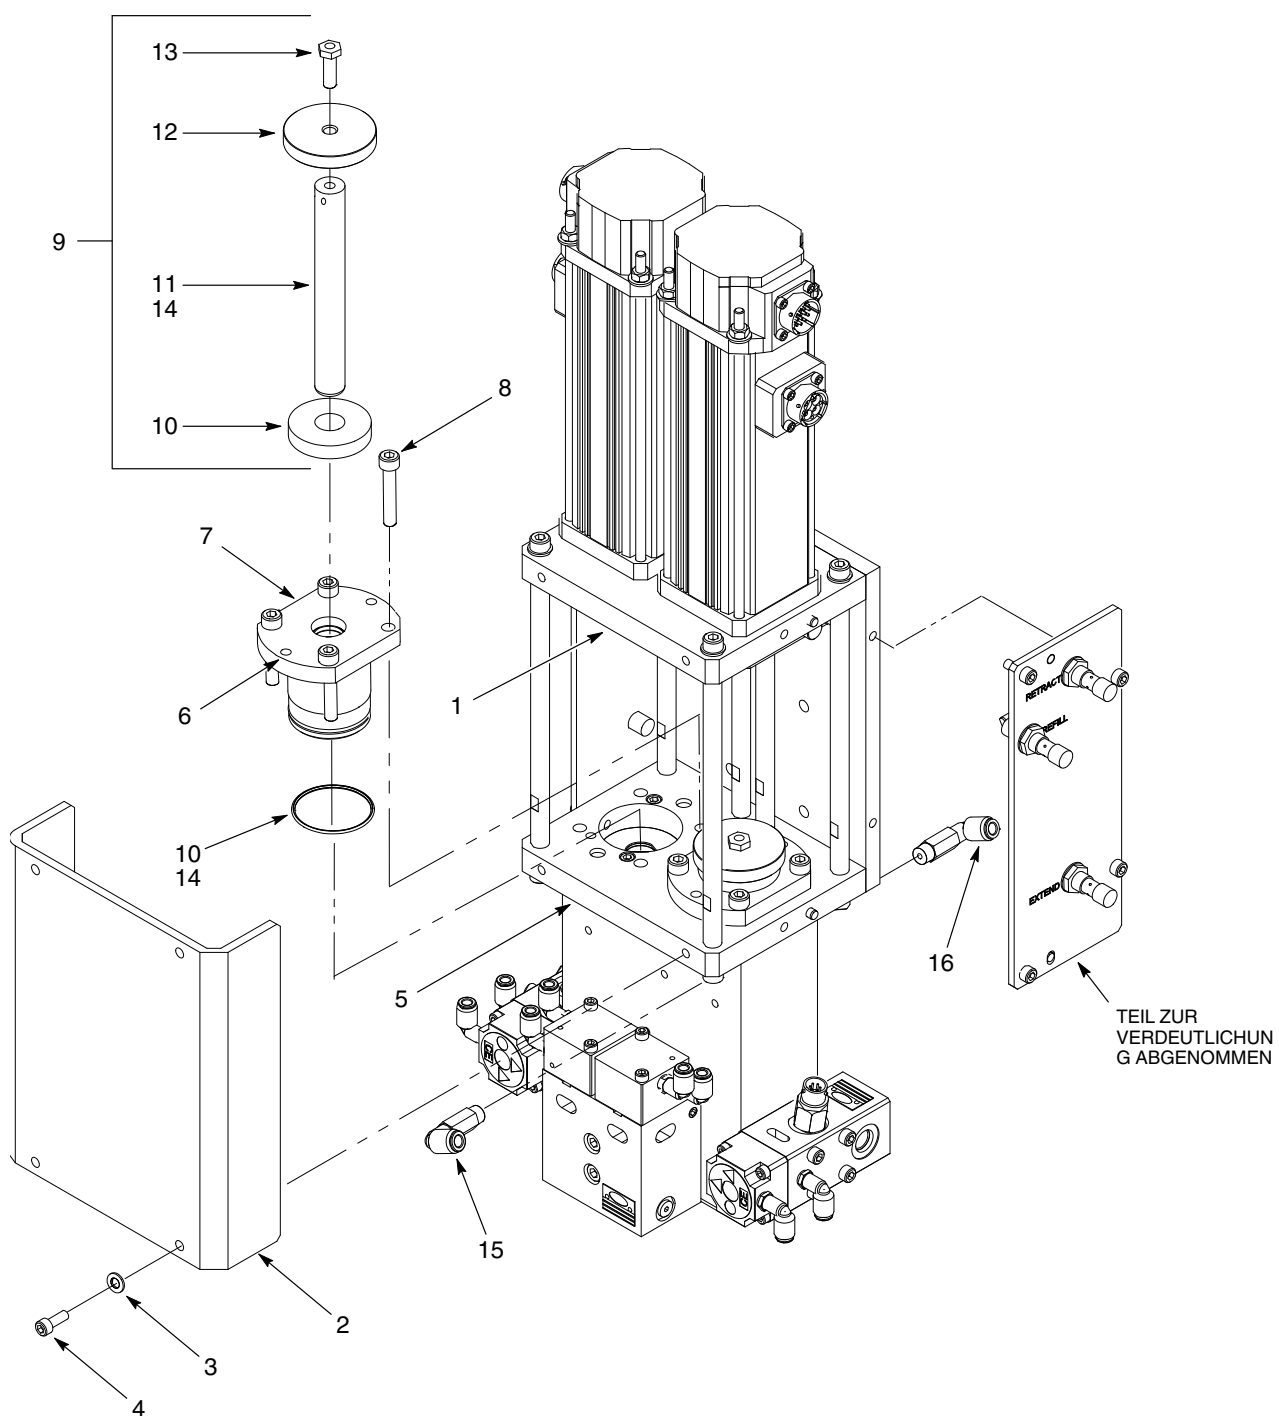

Abb. 10 Reparaturen an Baugruppen Tauchkolben und Dichtpackung
2. Siehe Abb. 10. Die Schrauben (4) und Unterlegscheiben (3) abnehmen, mit denen die Abdeckung (2) an der Linearaktorbaugruppe (1) und Gehäuseflansch (5) befestigt ist.
3. **NUR BEI ARW DICHTPACKUNG:** Luftschläuche bei Bedarf abnehmen. Die Verschraubungen von Einlass- (15) und Auslassanschluss (16) der Dichtpackung abnehmen.
4. Die Schrauben (8) abnehmen, mit denen die Packungsbaugruppe (7) am Gehäuseflansch (5) befestigt ist. Folgende Schritte durchführen, wenn die Packungsbaugruppe nicht vom Gehäuseflansch abgenommen werden kann:
- a. Zwei Schrauben (8) in die Gewindebohrungen (6) der Packungsbaugruppe stecken.
5. Den O-Ring (10) von der Packungsbaugruppe (7) abnehmen. Den O-Ring entsorgen.
6. Die Tauchkolbenbaugruppe (9) mit einer Dornpresse von der Packungsbaugruppe (7) abnehmen.
7. Die Tauchkolbenbaugruppe (9) zerlegen:
- a. Den Tauchkolbenstoßdämpfer (10) vom Tauchkolben (11) abnehmen.
- b. Haken des Hakenschlüssels in die Bohrung am Tauchkolben stecken. Die Schraube (13) abnehmen, die die Näherungsscheibe (12) am Tauchkolben hält.
1. Siehe Abb. 10. Den O-Ring(10) der Packungsbaugruppe und die Innenseite der Packungsbaugruppe (9) mit TFE-Fett (14) bestreichen.
2. Die Tauchkolbenbaugruppe (9) zusammensetzen.
- a. Die Näherungsscheibe (12) am Tauchkolben (11) installieren.
- b. Die Schraube (13) in den Tauchkolben drehen. Den Hakenschlüssel in die Bohrung im Tauchkolben stecken und die Schraube mit 13,5 N•m (10 ft-lb) anziehen.
- c. Den Tauchkolbenstoßdämpfer (10) am Tauchkolben installieren. Sicherstellen, dass der Tauchkolbenstoßdämpfer Kontakt mit der Näherungsscheibe hat.
- d. Richtiges Fett (14) auf die Stange des Tauchkolbens auftragen.
3. Die Tauchkolbenbaugruppe (9) mit einer Dornpresse in der Packungsbaugruppe (7) drücken.
4. Die Packungsbaugruppe (7) mit den Schrauben (8) am Gehäuseflansch (5) installieren. Die Schrauben kreuzweise mit 13,5 N•m (10 ft-lb) festziehen.
5. **NUR BEI ARW DICHTPACKUNG:** Luftschläuche bei Bedarf anschließen. Die Verschraubungen von Einlass- (15) und Auslassanschluss (16) der Dichtpackung installieren.
6. Die Abdeckung (2) mit den Sicherungsscheiben (3) und Schrauben (4) an Linearaktorbaugruppe (1) und Gehäuseflansch (5) installieren. Die Schrauben fest anziehen.